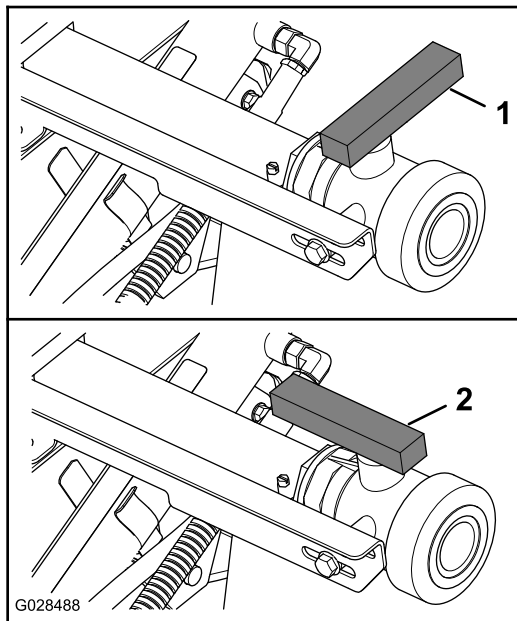

図 73
- タンクのドレンバルブを開いて残っている薬液をすべて排出する (**図 73**)。
4. ドレンバルブを閉じる 図 73。